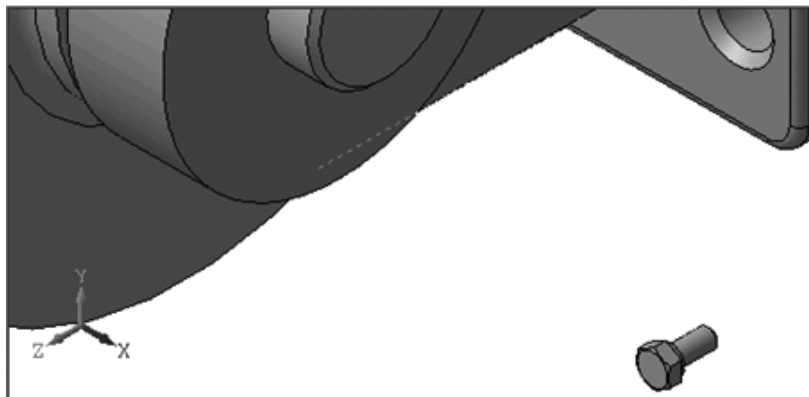

Рис. 6.74. Возможное состояние окна **Сборка** после увеличения масштаба рамкой
- переместите указатель мыши в конечную точку рамки – чуть ниже и правее стержня болта, а затем щелкните мышью. Возможное состояние окна **Сборка** показано на рис. 6.74.